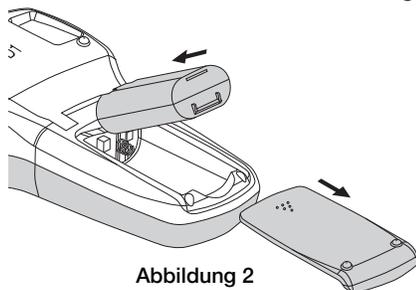

Abbildung 2
- 1 Schieben Sie die Abdeckung des Batteriefachs auf und nehmen Sie sie ab. Siehe Abbildung 2.